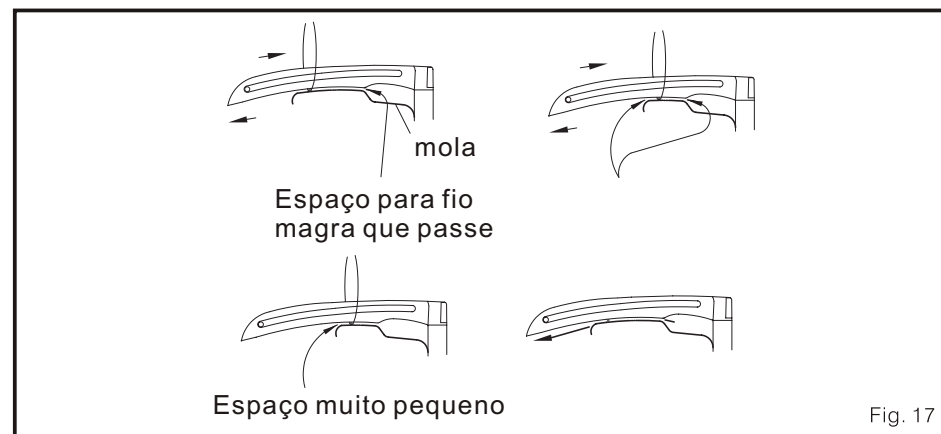

Fig. 17
2. o fio standard para o ajuste é 60S/3. O procedimento standard de forma que fio atravessa o espaço entre o bucleador e a mola da lâmina que é mostrado em Fig. 17.